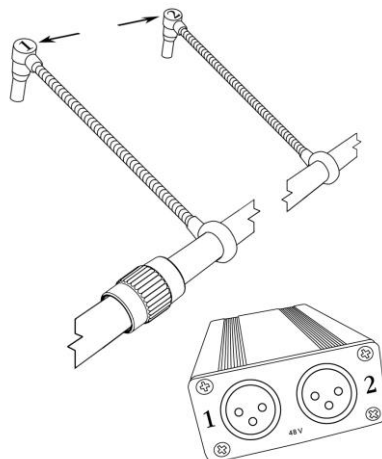

Рис.11
10. Гибкие держатели микрофонов также позволяют регулировать высоту микрофонов, как показано на рис. 11.
13. Есть два способа монтажа электронного блока: (1) закрепив в кожаной сумке к ножке рояля, или (2), привинтив блок к короткой микрофонной стойке. Для установки электронного блока PianoMic System™ оснащена любым из этих двух способов.